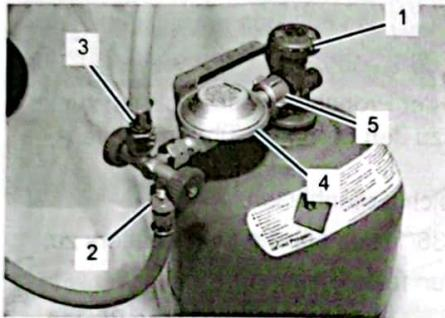

Abb. 34
3. Stellen Sie einen vollen Flüssiggas-Behälter in Reichweite der Schläuche ab. Achten Sie darauf, dass das Ventil (Abb. 34/1) des Flüssiggas-Behälters **zu** gedreht ist.
4. Schrauben Sie die beiden offenen Enden der zuvor montierten Schläuche (Abb. 34/2 und 3) am Gasverteiler fest. Achtung, Linksgewinde! Ziehen Sie die Muttern mit einem Maulschlüssel fest.
5. Schrauben Sie den Gasverteiler an den Druckminderer (Abb. 34/4). Achtung, Linksgewinde! Ziehen Sie die Muttern mit einem Maulschlüssel fest.
6. Schrauben Sie die Überwurfmutter (Abb. 34/5) an den Gasanschluss des Flüssiggas-Behälters. Ziehen Sie die Überwurfmutter handfest an.